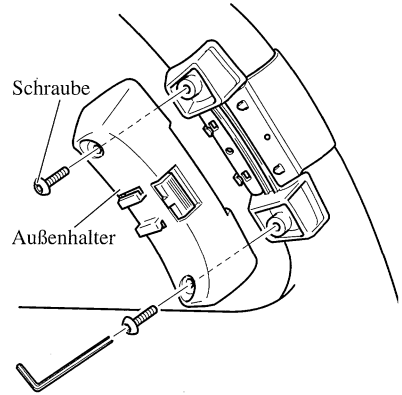

Abb. 12
3. Den Außenhalter auf dem Innenhalter installieren und mit Schrauben. (Abb. 12)